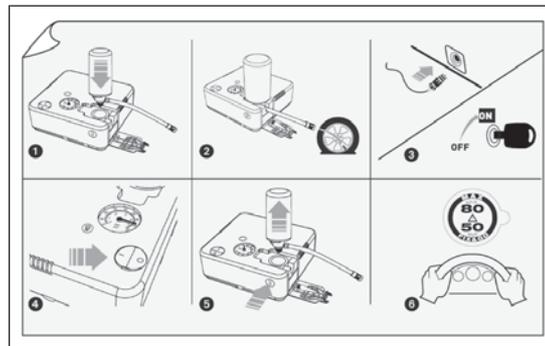

fig. 124
- un dépliant informatif fig. 124, pour une utilisation rapide et correcte du Fix&Go ;